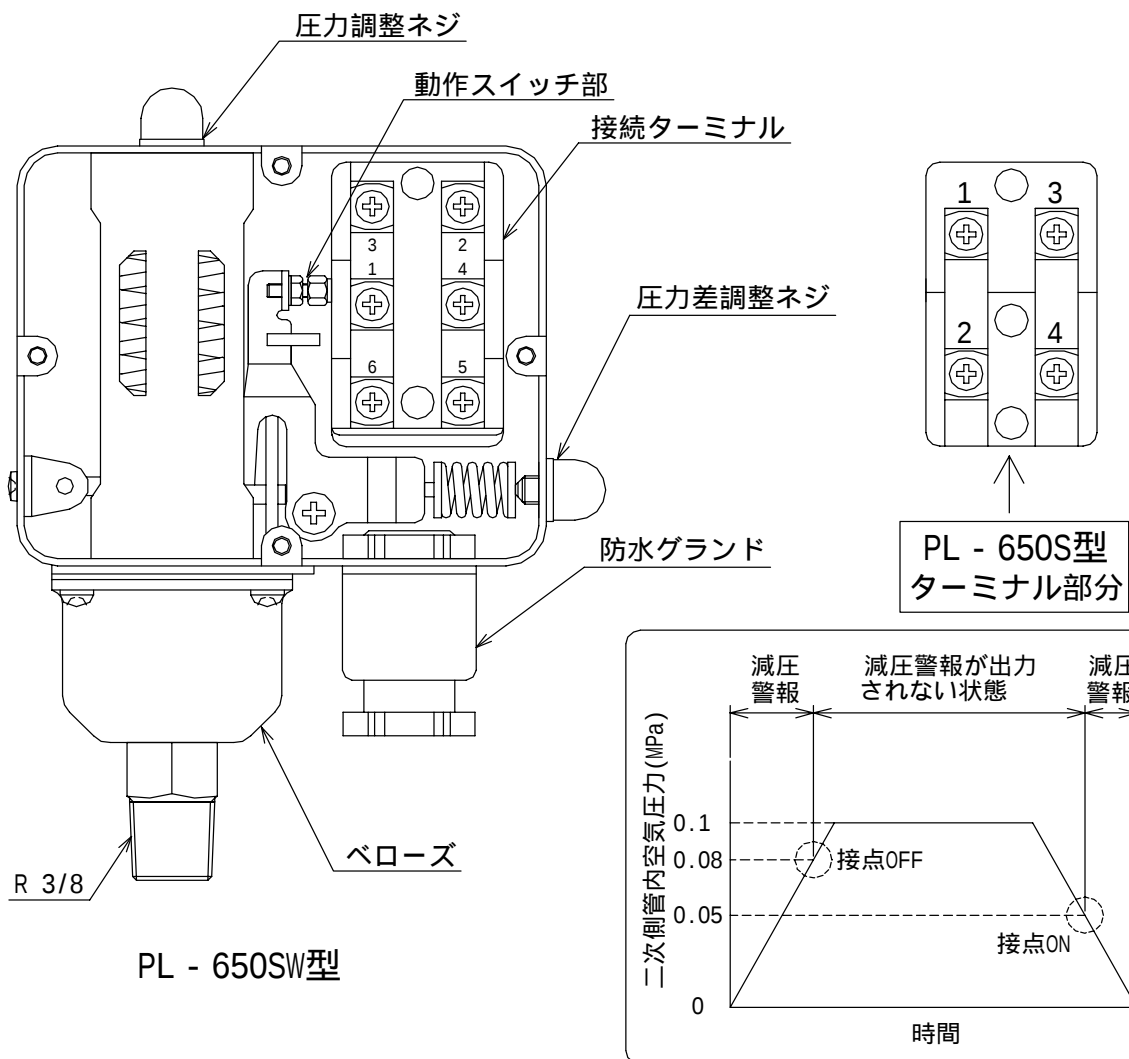

図13. 圧力スイッチ
(1) 信号停止弁が閉じている。	・ 全開にする。
(2) 作動警報用圧力スイッチの結線不良。	・ 17ページの図13を参照して結線を確認する。